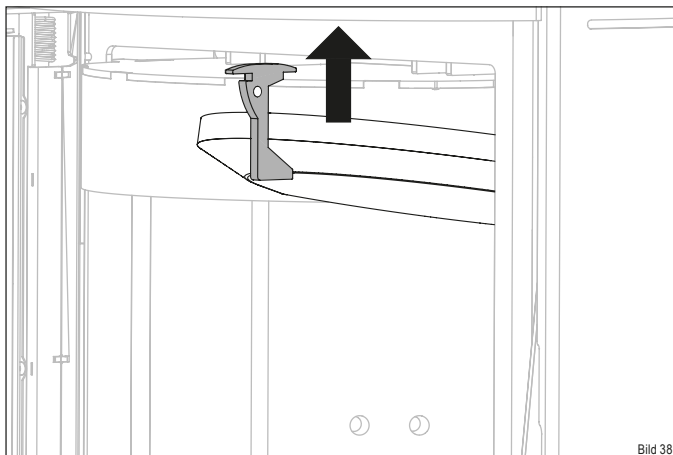

Bild 38
- ▶ Schieben Sie den Thermosteinhalter nach oben (Bild 38).